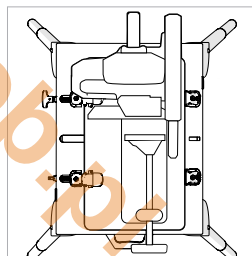

Fig. 19
**Remarque :** Lorsque vous fixez votre scie à tronçonner au support, assurez-vous que les pinces fixes soient à la droite de l'unité centrale lorsque vous la regardez depuis l'avant. (Fig.19)